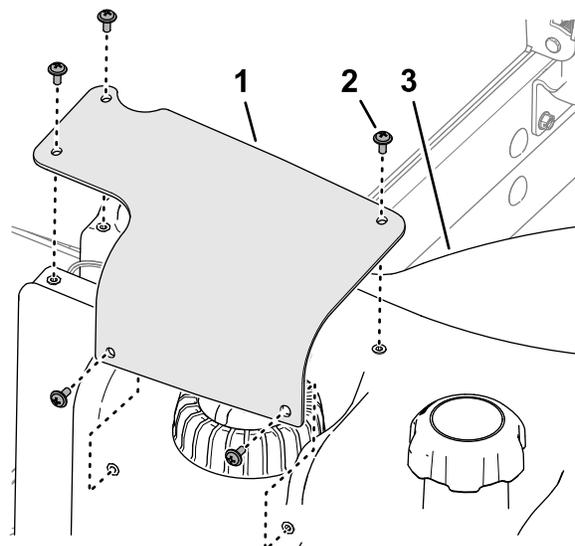

Рисунок 94
- 7. Совместите отверстия в кожухе датчика уровня топлива с отверстиями в топливном баке и прикрепите кожух к баку с помощью 5 винтов с крестообразным шлицем (Рисунок 94).